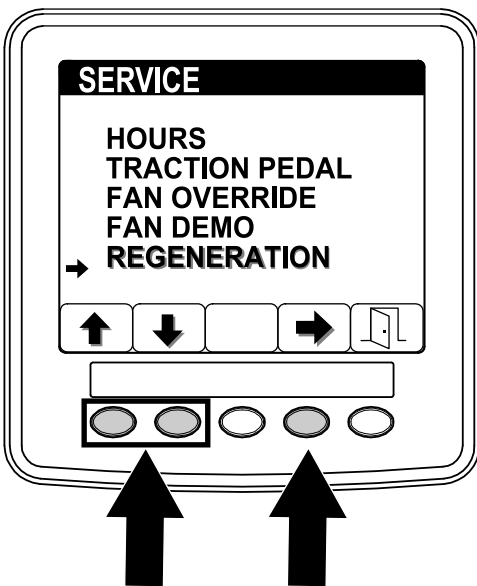

Figura 50
2. Desde el menú PRINCIPAL, pulse el botón 1 o 2 para desplazarse hasta la opción SERVICE (servicio) y pulse el botón 4 para seleccionar la entrada REGENERATION (regeneración) (Figura 50).